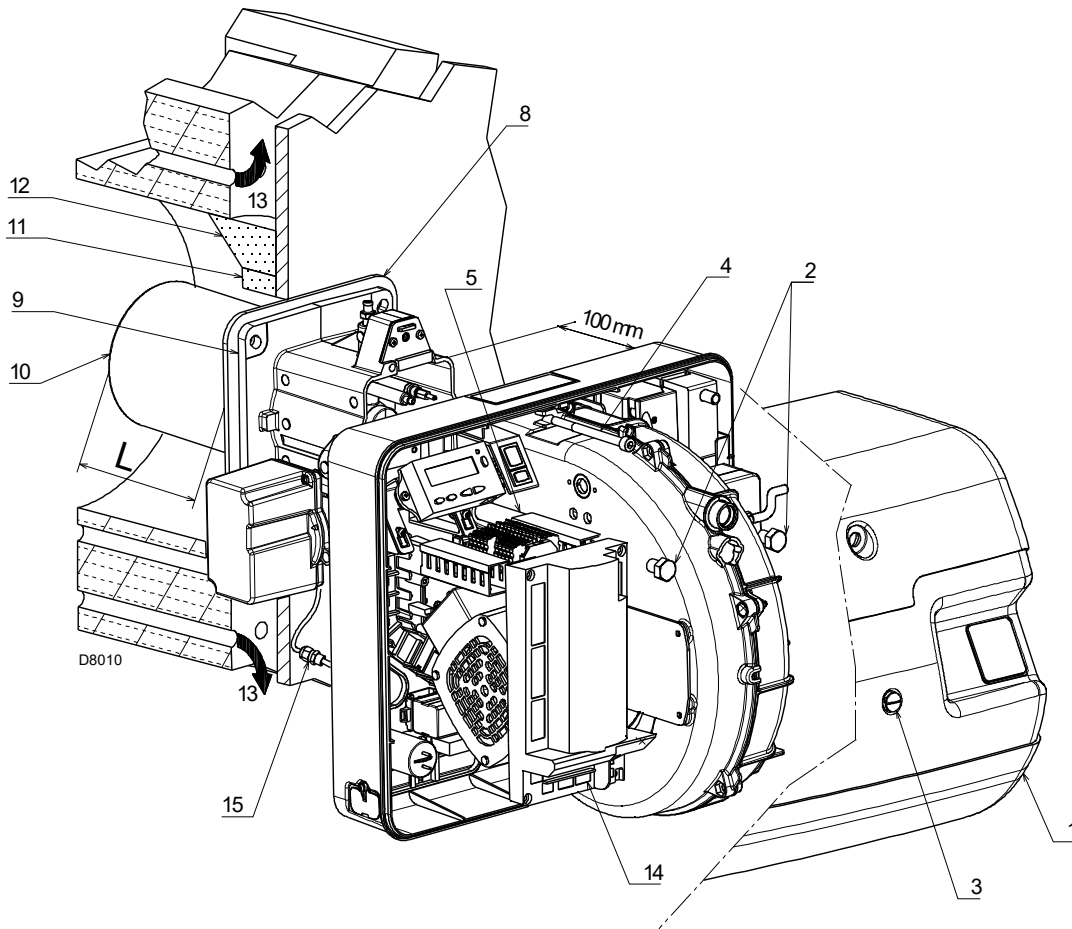

Fig. 17
Pour les chaudières avec circulation de fumées sur l'avant 13)(Fig. 17), réaliser une protection en matériau réfractaire 11), entre réfractaire chaudière 12) et buse 10).
Séparer ensuite la tête de combustion du reste du brûleur, comme dans la Fig. 17; procéder comme suit:
- remonter le brûleur sur les glissières 3) à 100 mm environ du manchon 4) - brûleur dans la position illustrée dans la Fig. 17;
- brancher la fiche du servomoteur 14)(Fig. 17) et visser le passe-câble 15);